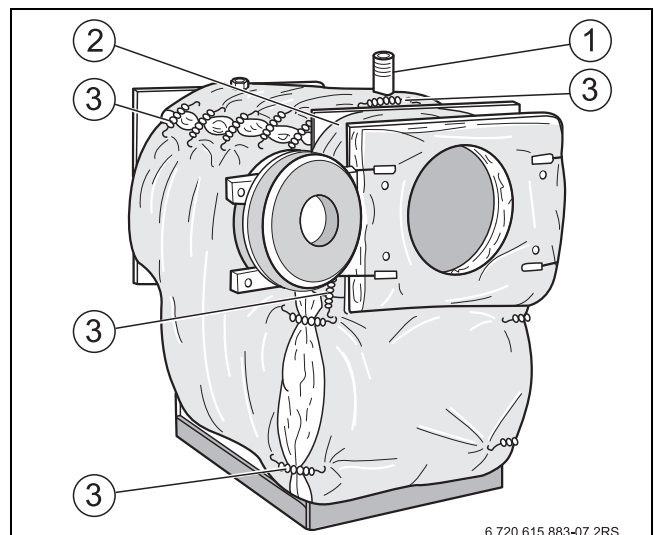

Рис. 10 Укладка и крепление теплоизоляции
- ▶ Обернуть тело котла теплоизоляционным матом вверху внахлест и закрепить вверху 5-ю пружинами [3] (→ рис. 10, стр. 18).
- ▶ Закрыть вырез для устройства контроля заполнения котлового блока водой [1] 2-мя натяжными пружинами [3] (→ рис. 10, стр. 18).
- ▶ Приложить к передней стенке тела котла внизу переднюю тепловую защиту и закрепить справа и слева 2-мя пружинами [3] к проложенному по периметру теплоизоляционному мату (→ рис. 10, стр. 18).
- ▶ Уложить полосу тепловой защиты [2] вверху вокруг кольца тела котла и закрепить внизу 2-мя пружинами [3] справа и слева на передней тепловой защите (→ рис. 10, стр. 18).